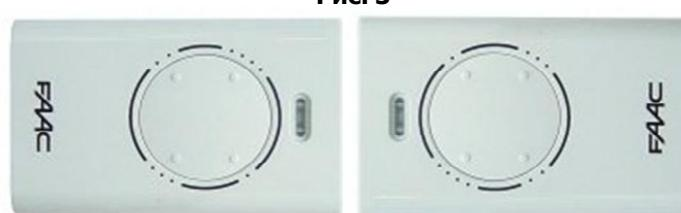

Рис. 3
2. Расположите пульте *master XT* напротив кодируемого пульта (*master* или *slave*), как показано на рис. 3.